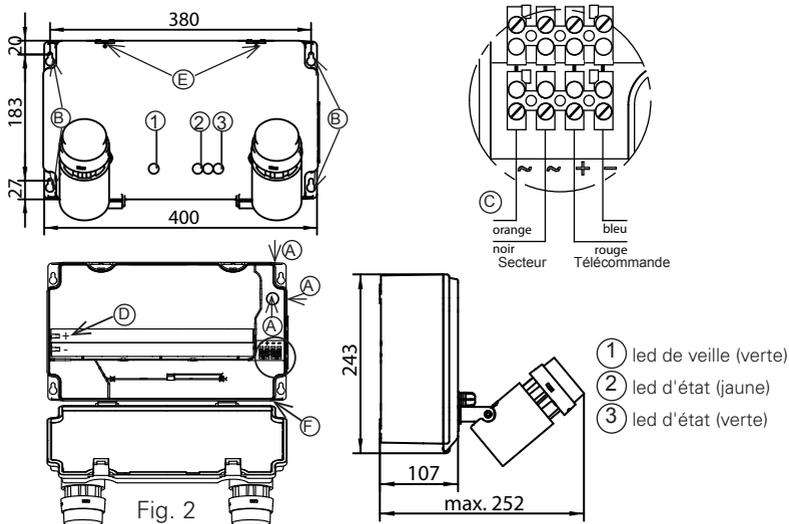

Fig. 2
\*IPX2 respecté à condition de casser l'opercule (F). Voir Fig. 2.